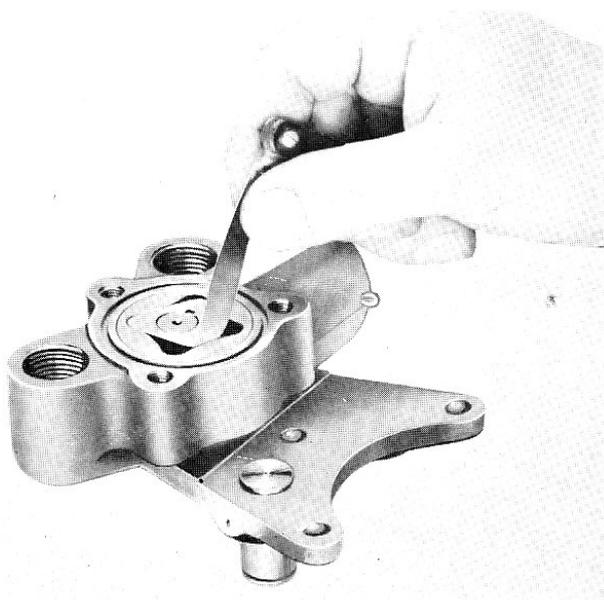

Fig. 25
- a) En plusieurs points, le jeu entre le rotor intérieur et le rotor extérieur (fig. 25 et 26). Ce jeu ne doit pas dépasser 0,15 mm.